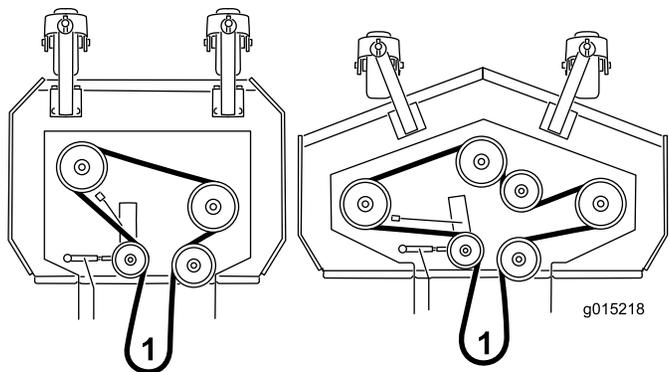

Figure 5
6. Contrôlez l'acheminement de la courroie d'entraînement (Figure 5) ; voir la section Réglage de la courroie d'entraînement du plateau de coupe dans le *Manuel de l'utilisateur* du groupe de déplacement afin de régler correctement la courroie d'entraînement du plateau.